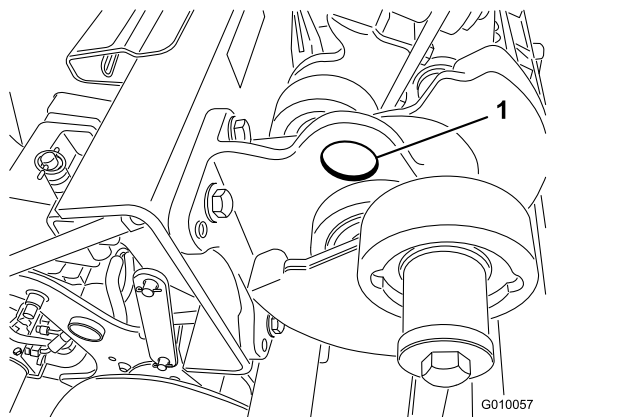

Figura 38
**Nota:** Si está disponible, utilice una grúa para elevar la parte trasera de la máquina. Utilice los ojales de los alojamientos de los cojinetes del cabezal de perforación como puntos de enganche del polipasto (Figura 38).